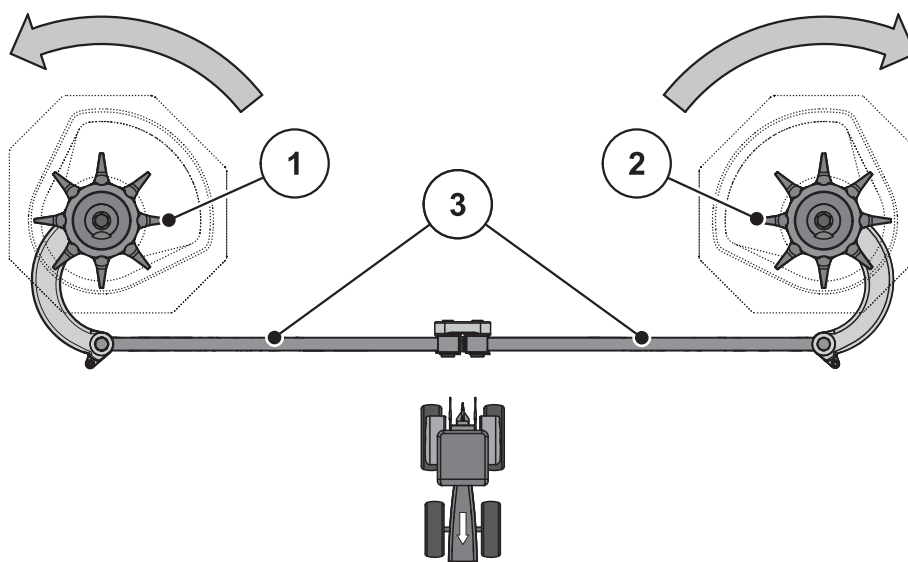

Figure 10.13 : Vérifiez l'entraînement de l'agitateur
2. Tourner la tête d'agitateur à la main **dans le sens de rotation du disque**. Voir figure 10.13.
3. Tourner la tête d'agitateur à la main ou à l'aide d'une sangle pour filtre à huile de manière vigoureuse **dans le sens opposé de rotation du disque**. Voir figure 10.13.